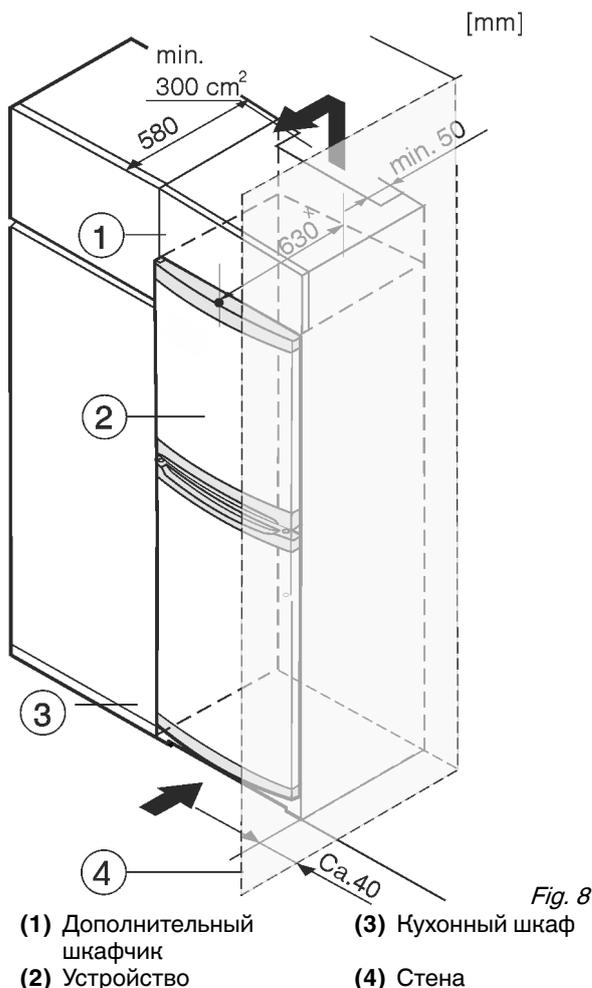

Fig. 8
- (1) Дополнительный шкафчик (3) Кухонный шкаф
(2) Устройство (4) Стена
Устройство может быть окружено кухонными шкафами. Чтобы уравнять устройство Fig. 8 (2) по высоте с кухонной стенкой, можно установить над устройством дополнительный шкафчик Fig. 8 (1).
При комбинировании с кухонными шкафами (глубина макс. 580 мм) устройство можно установить непосредственно рядом с кухонным шкафом Fig. 8 (3). Устройство выступает сбоку на 34 мм * и по центру на 50 мм * относительно передней стенки кухонного шкафа.
Если устройство установлено на шарнирах у стены *Fig. 8 (4)*, то расстояние между устройством и стеной должно быть не менее 40 мм. Настолько выступает ручка при открытой дверце.